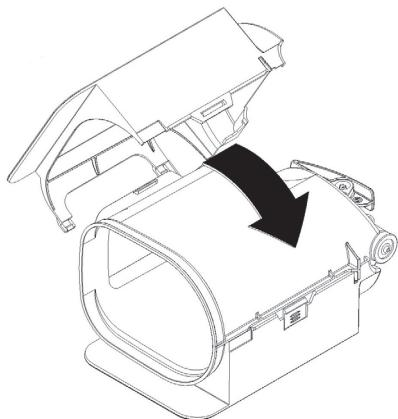

figura 16
- 2** Posizionare la parte sinistra del recover, facendo attenzione a far combaciare l'incastro evidenziato. Chiudere ora a scatto le due parti. (vedere figura 16).